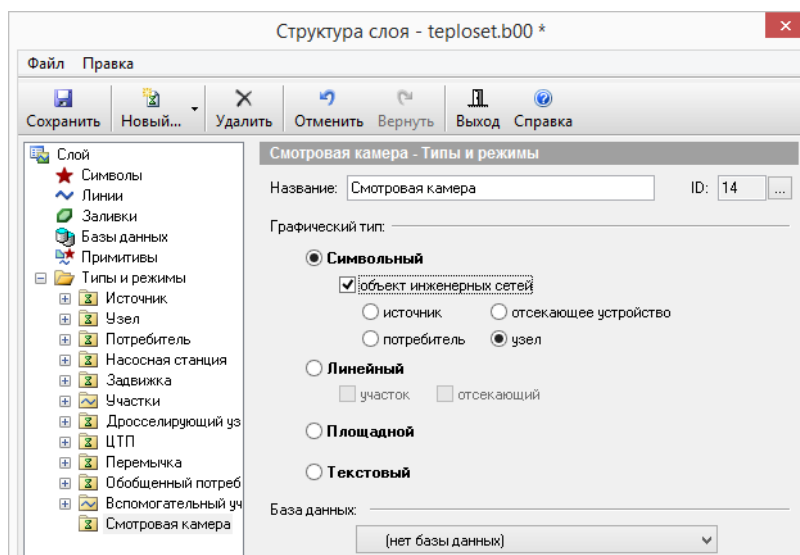

Рисунок 4.13. Название нового типа
2. В строке *Название* открывшейся закладки ввести пользовательское название типа, которое одновременно отобразится и в появившейся строке дерева типов. Например, **Смотровая камера**, как показано на Рисунок 4.13, «Название нового типа».